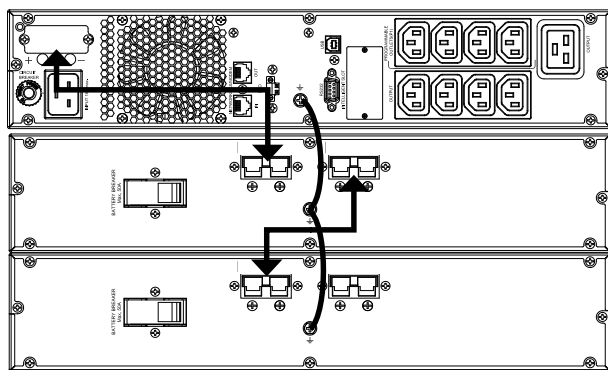

Fig. 10. Connexion avec modules de batteries.
Branchez le connecteur de l'une des extrémités du tuyau au connecteur correspondant du SPS.ADVANCE RT2 et celui de l'autre extrémité à celui du module de batteries (voir Fig. 10).
- Dans la Fig. 10, la connexion d'un équipement de 3 kVA dans une disposition de type rack est montrée, avec deux modules de batteries. Pour un plus grand nombre, opérez d'une manière similaire à celles de l'illustration.